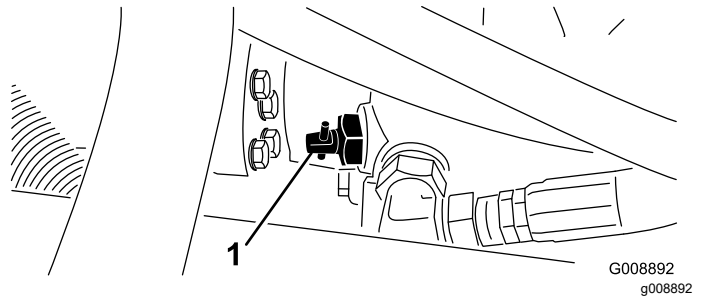

Figure 32
1. Trouvez la vanne de dérivation sur la pompe (Figure 32) et tournez-la de 90°.